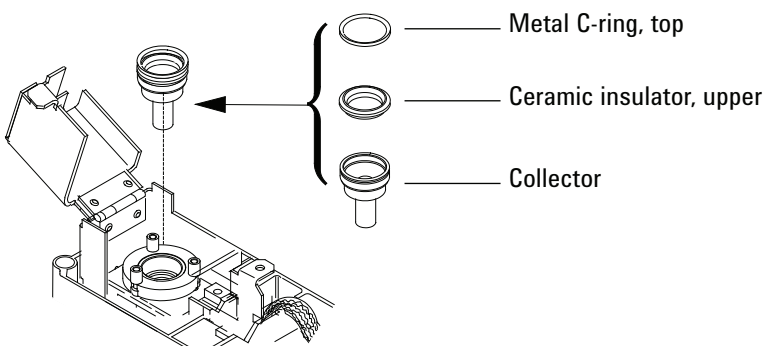

図6 NPD コレクタ、上部インシュレータ、および金属製C-リング
- 20 下側の金属製 C-リング、下部セラミックインシュレータ、および上側の金属製 C-リングを取り付けます。図 6 を参照してください。